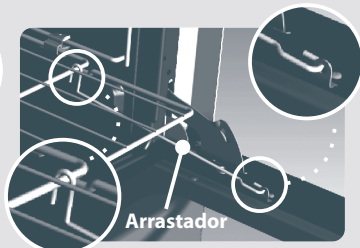

Fig. 23
- 3 | Monte os arrastadores da prateleira (Fig.23).
- 4 | Monte os arrastadores da prateleira (Fig. 23).